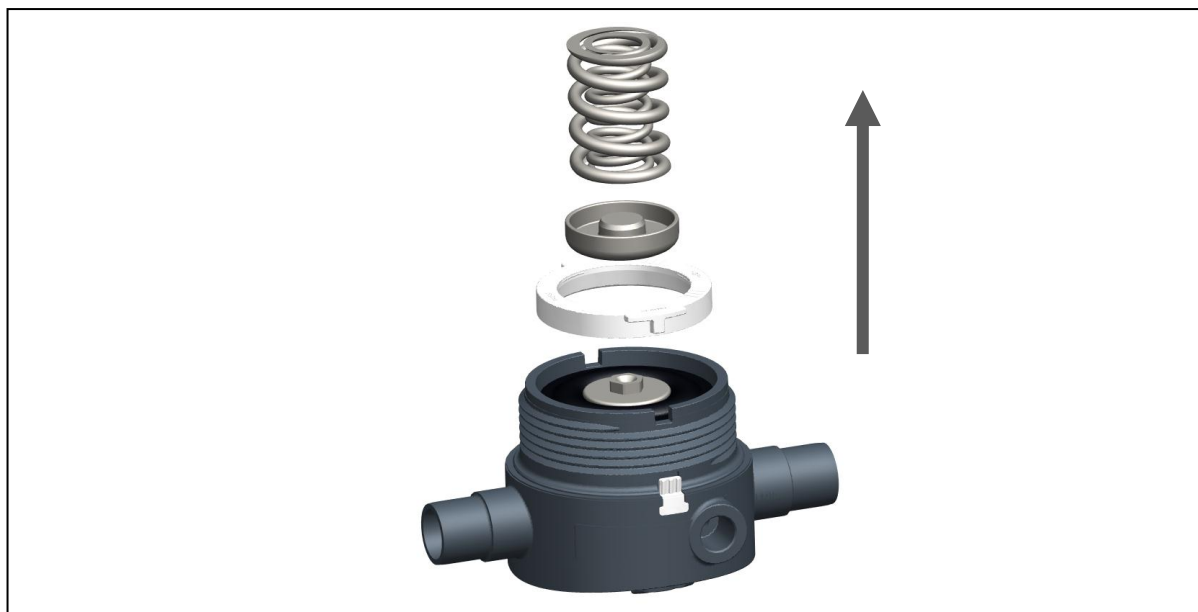

Fig. 8
- Enlever le compresseur, le ressort et l'anneau de blocage, voir Fig. 8